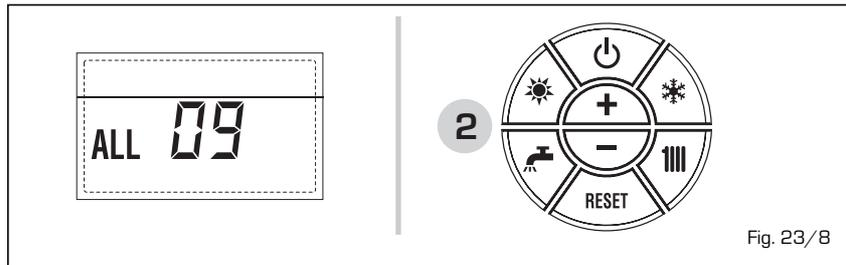

Fig. 23/8
- **ANOMALIA SONDA AUSILIARIA "ALL 10" (fig. 23/9)**
**CALDAIA CON ACCUMULO:** Anomalia sonda bollitore (SB). Quando la sonda bollitore è aperta oppure cortocircuitata, sul display si visualizza l'anomalia ALL 10. La caldaia funziona ma non effettua la modulazione di potenza in fase sanitario.
**CALDAIA SOLO RISCALDAMENTO:** Anomalia sonda antigelo (SA) per le caldaie che prevedono l'utilizzo della sonda antigelo. Quando la sonda è aperta oppure cortocircuitata, la caldaia perde una parte della funzionalità antigelo e sul display si visualizza l'anomalia ALL 10.
**CALDAIA CON ABBINAMENTO IMPIANTO SOLARE:** Anomalia sonda ingresso sanitario (ST). Quando la sonda è aperta oppure cortocircuitata la caldaia perde la funzione solare e sul display si visualizza l'anomalia ALL 10.